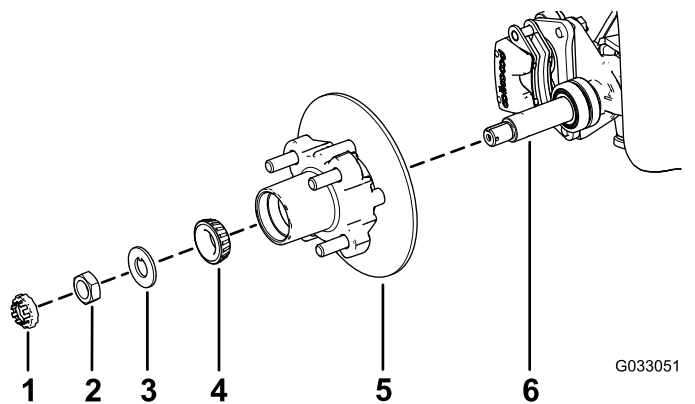

Figura 28
1. Lubrificate leggermente il mandrino con il grasso specificato (Figura 28).
2. Montate il mozzo e il rotore sul mandrino con il rotore verso l'interno (Figura 28).
3. Montate il cuscinetto esterno sul mandrino e inserite il cuscinetto sull'anello esterno (Figura 28).
4. Montate la rondella di sicurezza sul mandrino (Figura 28).
5. Avvitare il dado del mandrino sul mandrino e serrate il dado a 15 N·m mentre ruotate il mozzo per posizionare in sede il cuscinetto (Figura 28).
2. Allineate le pastiglie dei freni su ciascun lato del rotore (Figura 24) e i fori sulla staffa della pinza con i fori sul supporto del freno del telaio del mandrino (Figura 28).